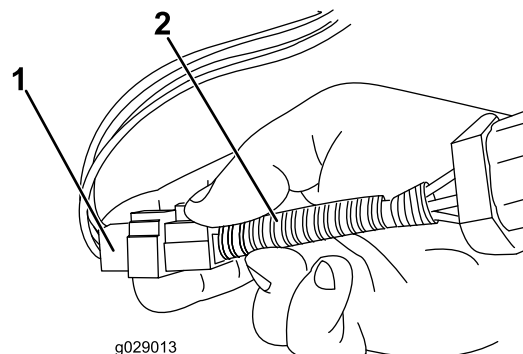

図 12
4. 燃料ストップソレノイドのプラグコネクタにジャンパハーネスを接続する 図 12。